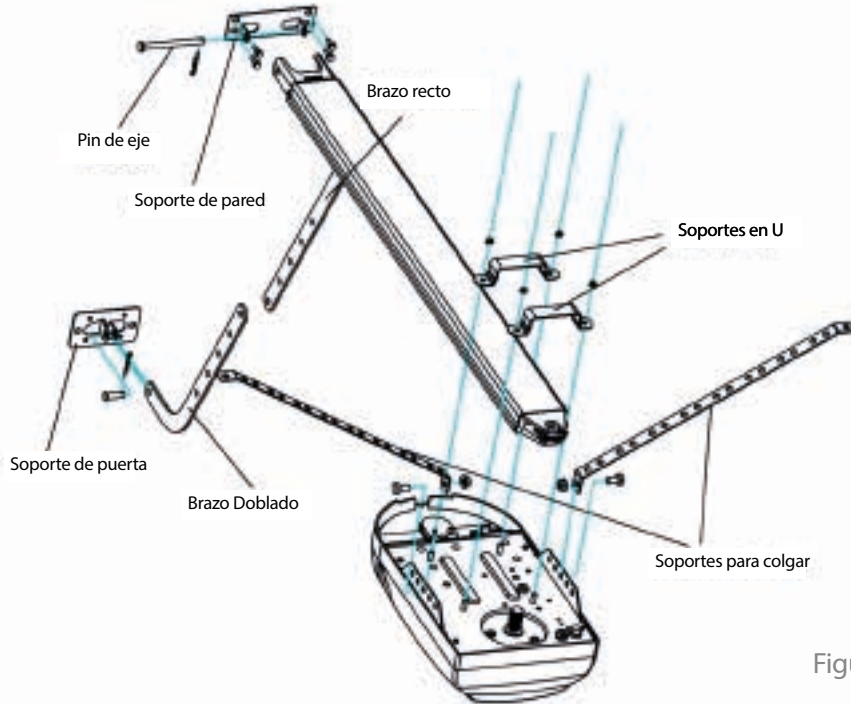

Figura 6
- 2) Fijación de la pista de acero para el soporte de pared con el pin del eje. (Figura 6)